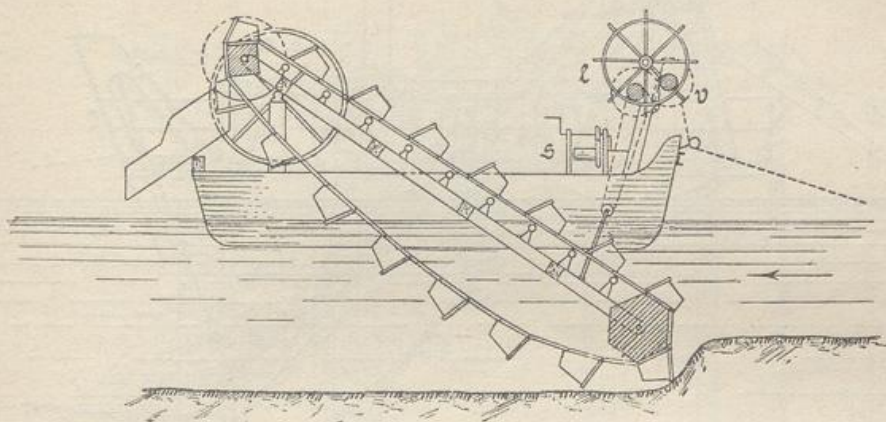

Abb. 67.
8. Eimerbagger mit „geneigter“ Eimerkette (Abb. 67 bis 74). Allgemeines. Diese Bagger sind fast stets mit Schiffsgefäßen verbunden. Das eiserne Baggerschiff hat längs in der Mitte einen Schlitz, durch welchen die geneigt liegende Eimerkette nebst der Eimerleiter hindurchreicht. Das untere Ende der Leiter, also auch der Kette,
9. Handbagger mit geneigter Eimerkette¹⁾ (Abb. 67 u. 68). Sämtliche Winden und Antriebe, nämlich die Eimerleiterwinde *l*, die Vorderankerwinde *v*, die zwei Seitenankerwinden *s* (falls solche vorhanden) und die Drehvorrichtung für die obere Trommel sind mit Handbetrieb eingerichtet. Bei kleinen Handbaggern sind an Stelle der Seitenankerwinden auch nur Poller angebracht, an welchen die Seitenketten oder Taue verlegt werden. Die Schüttrinne befindet sich hinten, wie dies bei kleinen Baggern (auch kleinen Dampfbaggern) überhaupt der Fall ist, weil die im Verhältnis zu dem Schiffe große Eimerkette bis zum Hinterschiff reicht.